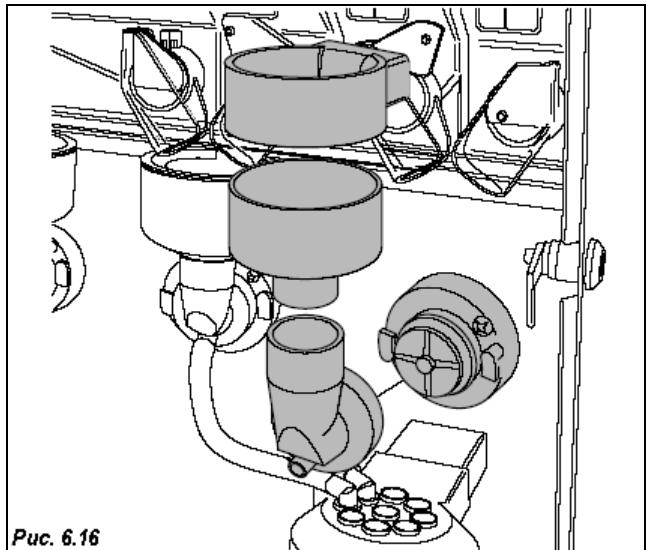

Рис. 6.16
- Извлеките все раздаточные лотки, воронки для подачи воды, миксеры, размешиватели и силиконовые трубы, и также замочите их в приготовленном растворе (Рис. 6.16).